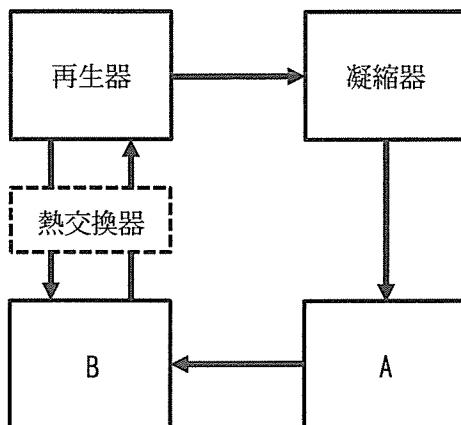

図 1 吸收冷凍サイクル
2) 吸收冷凍機の冷凍サイクルは、図 1 に示すように再生器、凝縮器、A、B の順に冷媒が循環することにより構成される。ここで、A は 、B は である。冷房用に用いる冷水は、 から取り出すことができる。